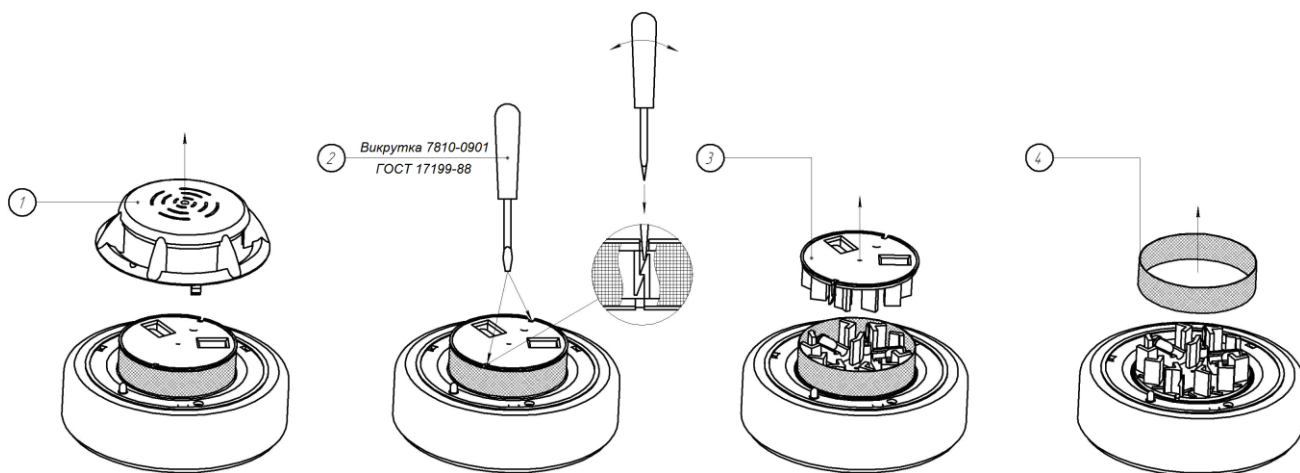

Рисунок 3
5.3 Для перевірки працездатності сповіщувача слід ввести в контрольний отвір у верхній кришці (поз.1 рис.3) щуп (штир діаметром 0,5 – 1,0 мм, довжиною 3 – 4 см). Після 3-4 спалахів світлодіод повинен постійно засвітитись.